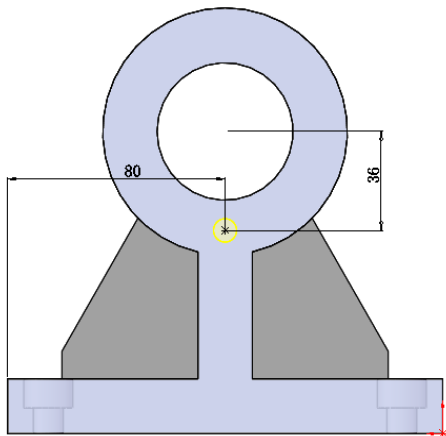

图 4-85 标注孔的位置
**29** 添加螺纹孔。在菜单栏中选择“插入”→“特征”→“孔”→“向导”命令，或者单击“特征”工具栏中的“异型孔向导”图标按钮, 此时系统弹出如图 4-84 所示“孔规格”属性管理器。按照图示进行设置后，单击“位置”按钮，然后用光标在上一步设置的基准面上添加一个点，并标注点的位置，结果如图 4-85 所示。单击属性管理器中的“确定”图标, 完成螺纹孔的绘制。